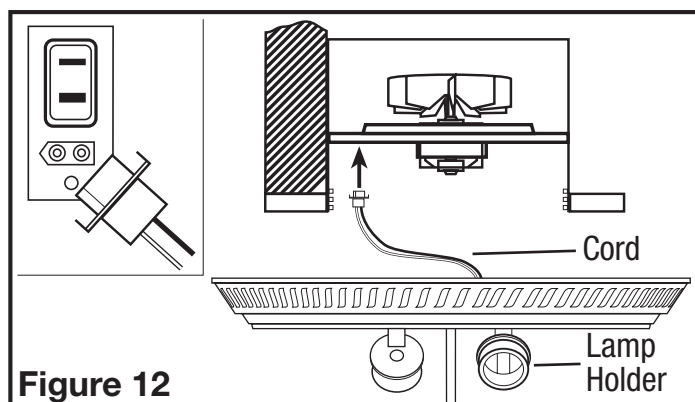

Figure 12
3. Connecter le cordon des socles de lampe dans le réceptacle approprié (Figure 12).